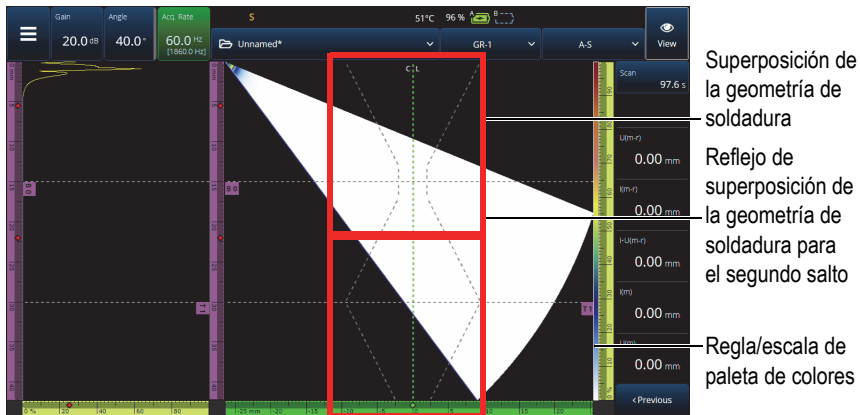
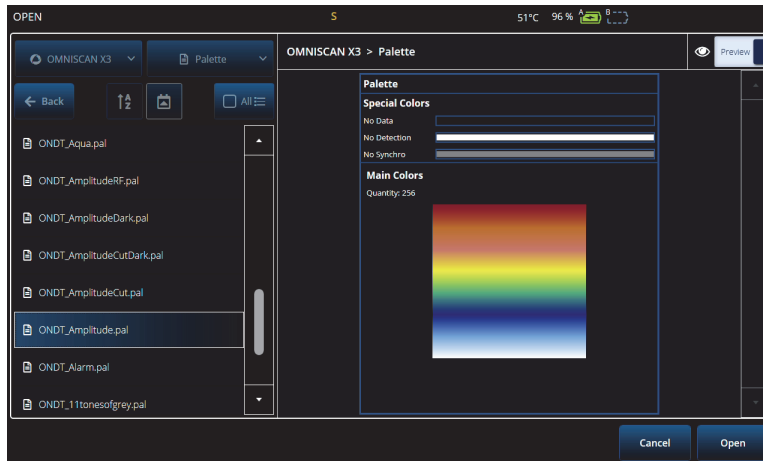

Figura 2-57 Ejemplo de superposición de la geometría de soldadura de tipo V
Figura 2-60 Selector de paleta de colores
Si su pieza bajo ensayo incluye una superposición (soldadura o personalización), es posible activar la visualización de la superposición. La superposición o máscara es un dibujo de la geometría de la soldadura o su dibujo seleccionado superpuesto en la representación S-scan. Esta función permite visualizar dónde se encuentran las indicaciones en relación con la geometría de la soldadura o la pieza (ver Figura 2-57 en la página 113). La reflexión superpuesta (para tener en cuenta el segundo salto, el tercer salto, etc.) puede ser activada o desactivada en **Menú > Pantalla > Superposición > Saltos múltiples**.
- ◆ Pulse y mantenga presionada la paleta de colores de la regla/escala (se muestra en el lado derecho de la Figura 2-57 en la página 113); después, seleccione **Cargar**. Revise las paletas de colores disponibles y toque **Abierto** para cambiar la paleta (ver Figura 2-60 en la página 117).